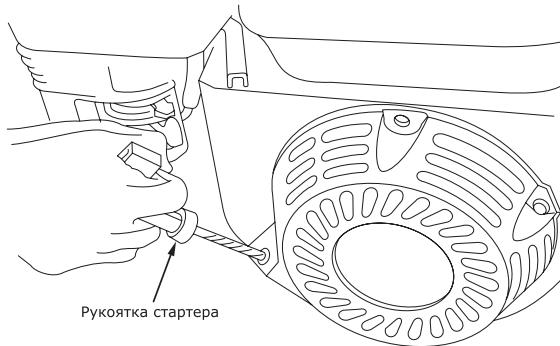

Рис. 9
- Запустите двигатель. Будьте внимательны! При вытягивании шнура стартера шнур может создавать отдачу. Возьмитесь за ручку шнура стартера. Медленно потяните шнур до возникновения сопротивления со стороны двигателя. Не допускайте возврата ручки обратно продолжайте быстро тянуть ручку на полный взмах руки. Медленно (с натягом шнура) верните ручку в начальное положение (рис. 9).